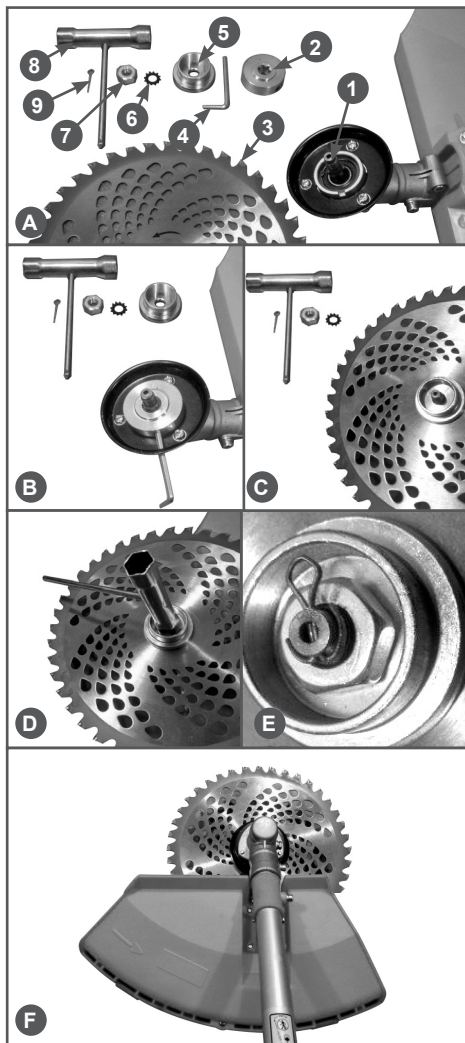

Рис. 3 Установка ножа
1. Установите защитную шайбу 2 редуктора и совместите отверстие в чашке редуктора с отверстием на защитной шайбе редуктора (Рис. 3В).
2. Установите в отверстие защитной шайбы редуктора стопор 4 (ключ шестигранный 4 мм) (Рис. 3В).
3. Установите нож 3 (Рис. 3) на защитную шайбу редуктора (Рис. 3С).
4. Установите прижимную шайбу 5 ножа (Рис. 3С), стопорную шайбу 6 и закрепите гайкой 7 (левая резьба).
5. Удерживая стопор, затяните гайку комбинированным ключом 8 (Рис. 3D). Установите шплинт 9 (Рис. 3Е).